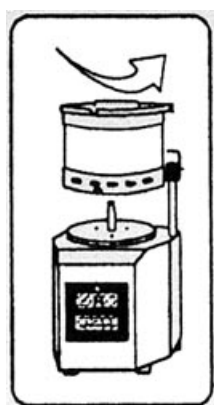

Рис. 7.
- Нажмите кнопку пуск (B) через несколько секунд нажмите кнопку стоп – проверьте результат, при необходимости повторите еще раз. Для повторения рекомендуется пользоваться кнопкой Пуск (C) удерживая ее. При отпускании кнопки машина останавливается.
- Вытащите нож и отсоедините бункер взяв его двумя руками и повернув по часовой стрелке (рис.7).